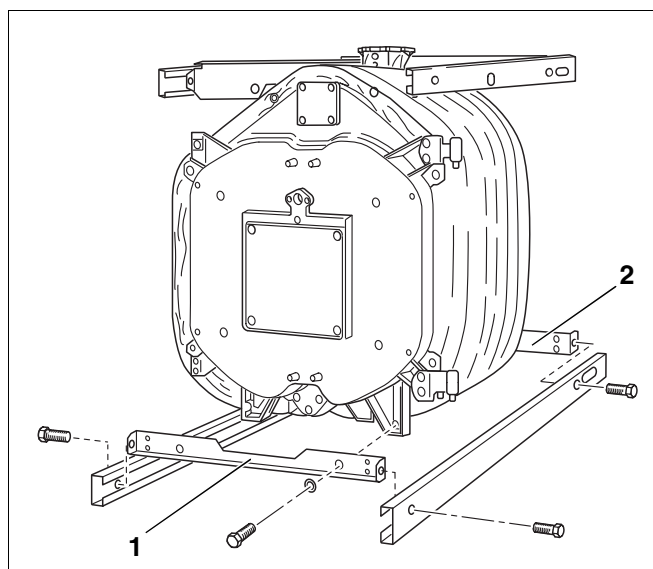

Fig. 37
- De nederste tværtraverser (Fig. 37, **pos. 1 og 2**) skrues ved hjælp af sekskantskruer (M 8 x 12) fast på det bageste elements fødder.